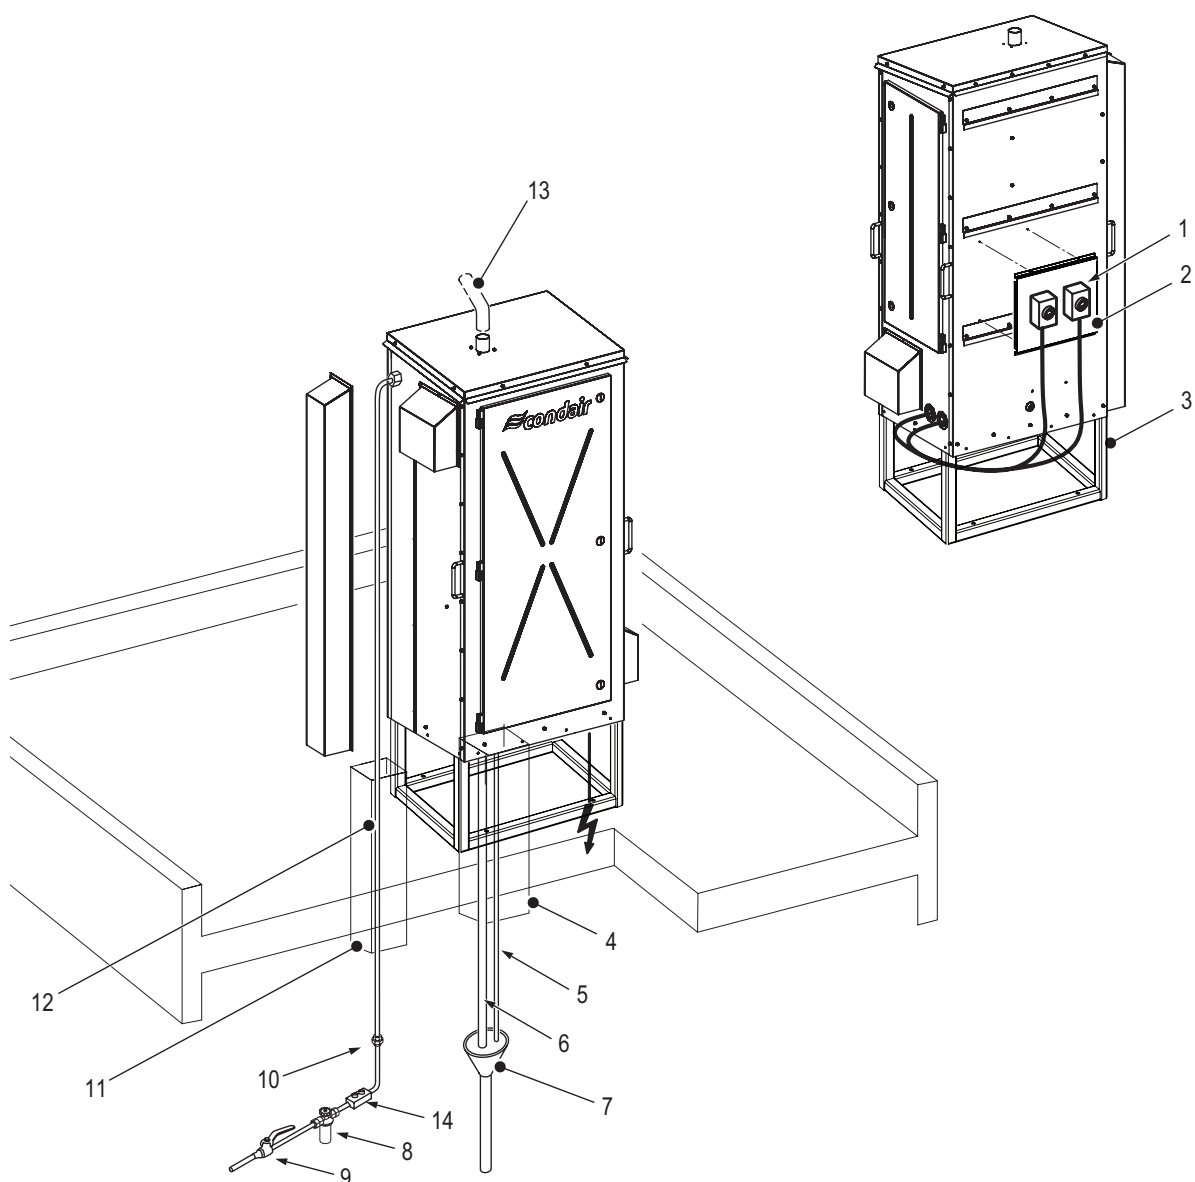

Fig. 6: Installation standard sur le cadre de montage (appareil de taille moyenne en image)
- sur un cadre de montage, voir Fig. 6 dans Chapitre 5.2.2.
- Remarque 4 :** L'entonnoir de vidange doit se trouver à l'intérieur du bâtiment (recommandé) comme indiqué sur Fig. 6. De plus, il doit être raccordé à la goutte du bâtiment (recommandé) ayant un débit d'évacuation d'au moins 30 l/min par cylindre à vapeur pour un appareil EL-OC et un appareil RS-OC. Le tuyau d'évacuation connecté à la trémie doit avoir un diamètre intérieur d'au moins 40 mm. Les tuyaux d'évacuation raccordés à la trémie ne doivent pas frôler les bords ou toucher le fond de la trémie. Pour des grandes unités, des entonnoirs de vidange séparés doivent être utilisés pour chaque cylindre des conduits d'évacuation.